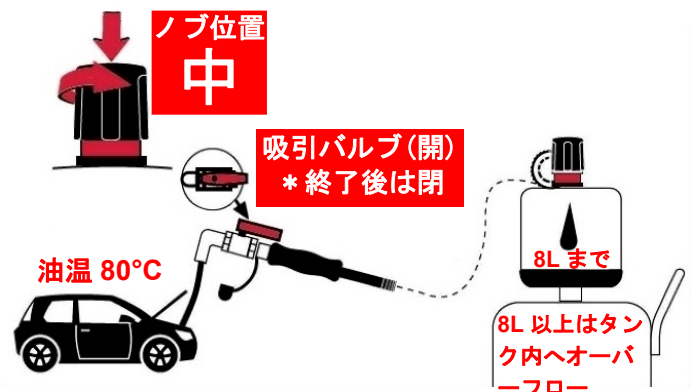

Fig.3.4
- 9) 吸引シリンダー上部のノブ位置を中にし、吸引バルブを開くと、廃油が吸引され吸引シリンダーへ回収されます。(Fig.3.4)